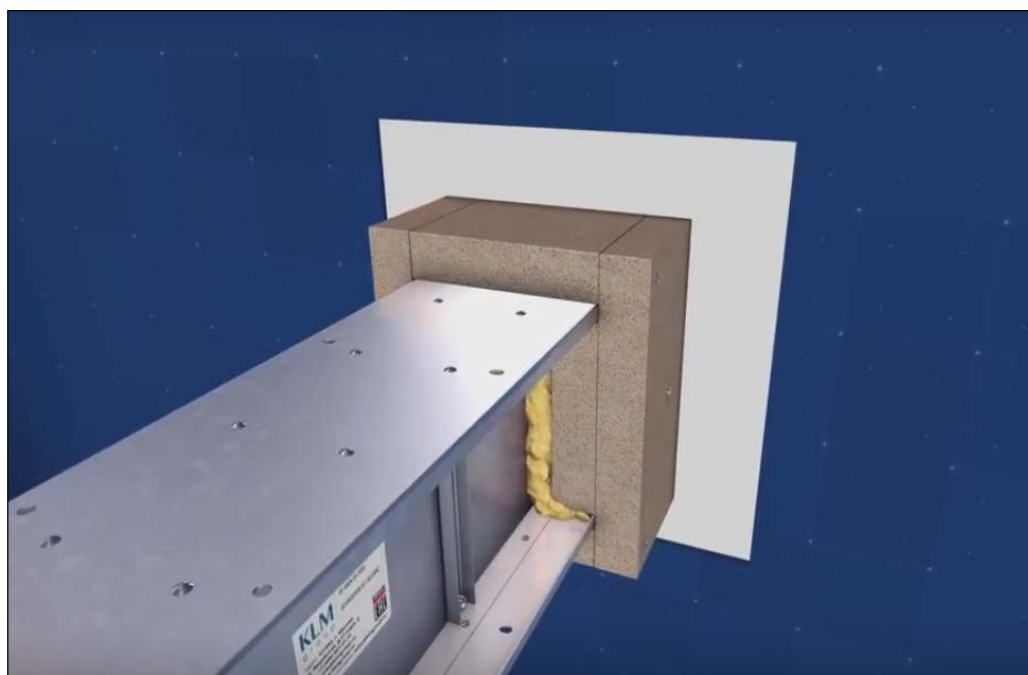

Рис. 7.
6. Остальное пространство заполняется материалами в соответствии с указаниями рабочих чертежей строительной части проектной документации (Рис. 7.).